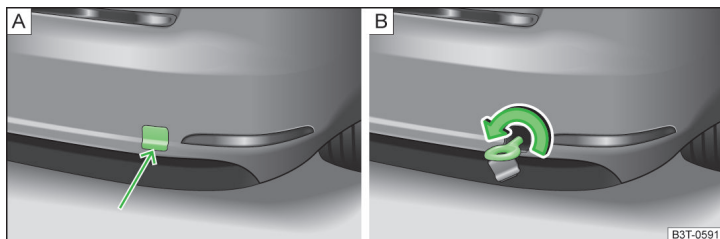

Fig. 189 Démontage du capuchon/montage de l'œillet de remorquage
- Appuyez sur la partie inférieure du capuchon dans le pare-chocs arrière » fig. 189 - [A] et extrayez-le.
- Vissez l'œillet de remorquage vers la gauche jusqu'en butée » fig. 189 - [B] et serrez celui-ci aussi fermement que possible. Pour le serrage, nous recommandons d'utiliser par ex. la clé démonte-roue, l'œillet de remorquage d'un autre véhicule ou un objet analogue pouvant passer au travers de l'œillet.